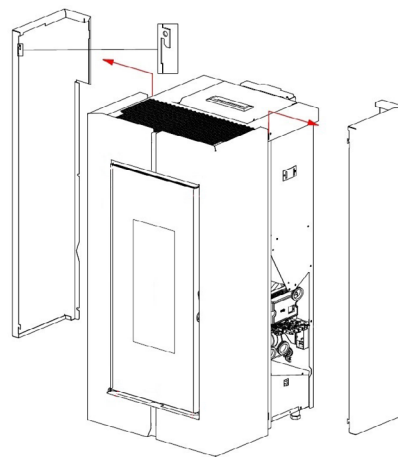

Fig. 37 - De zijpanelen losmaken
- De achterste zijpanelen losmaken (zie **Fig. 37 op pag. 21**).